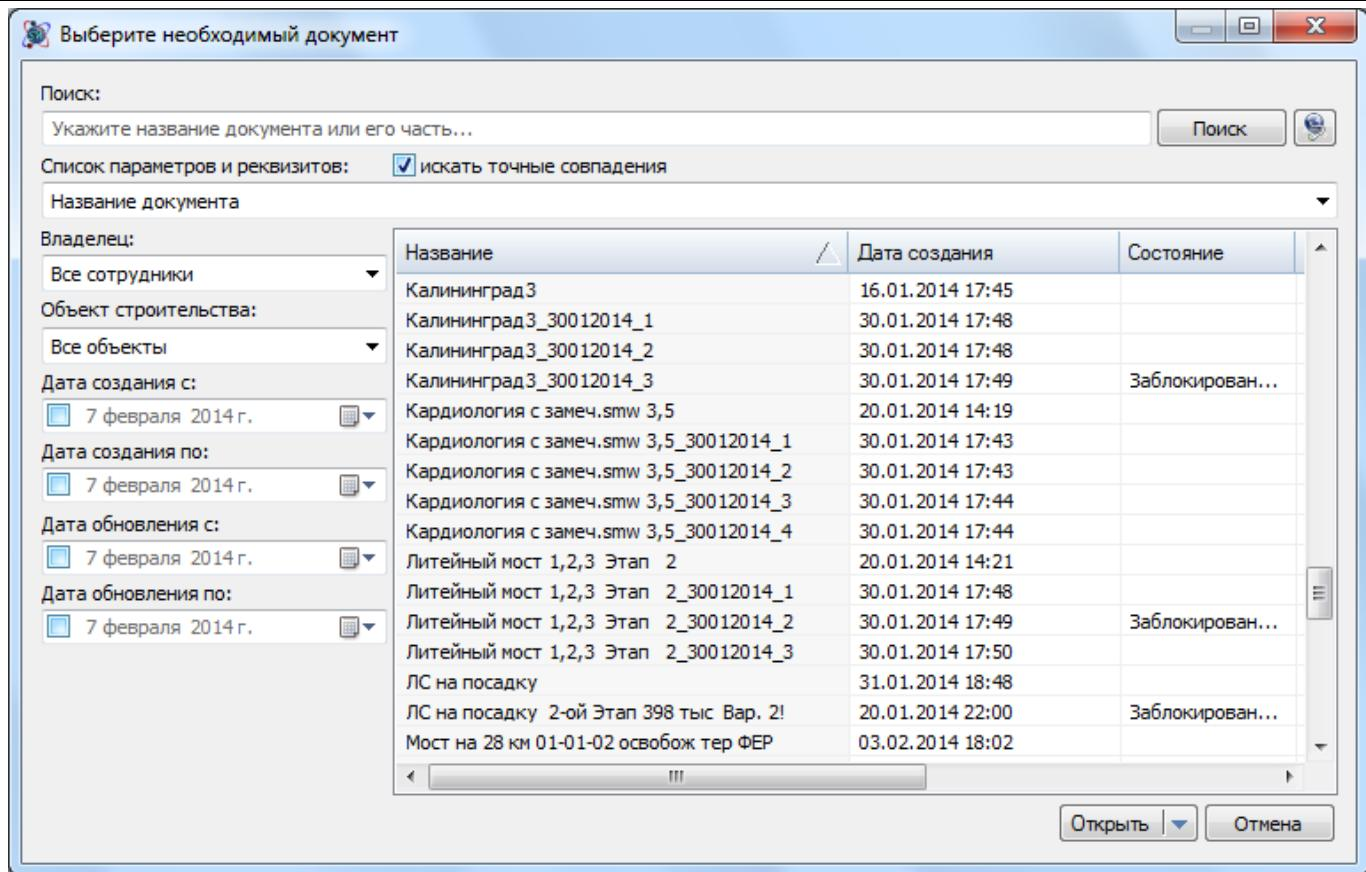

Рис. 6.24 Диалоговое окно выбора документа системы DataWIZARD
2. В открывшемся диалоговом окне (рис. 6.24) выбрать нужный документ и нажать на кнопку **Открыть**.
2. В открывшемся диалоговом окне выбора документа (см. рис. 6.24) нажать на кнопку — Настройки.